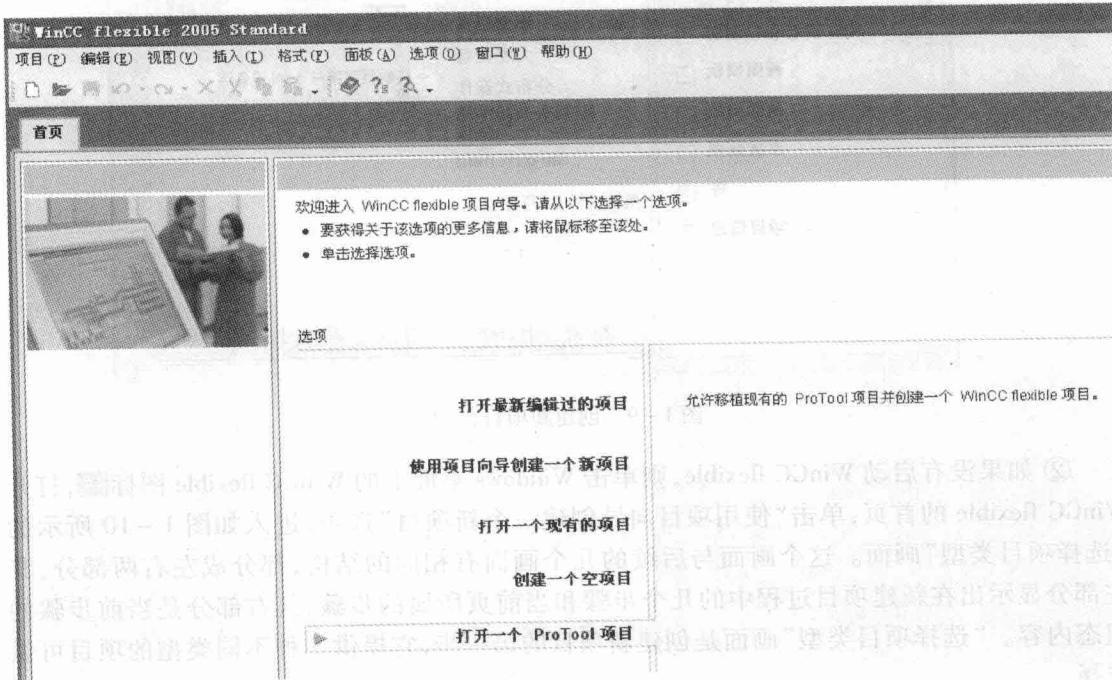
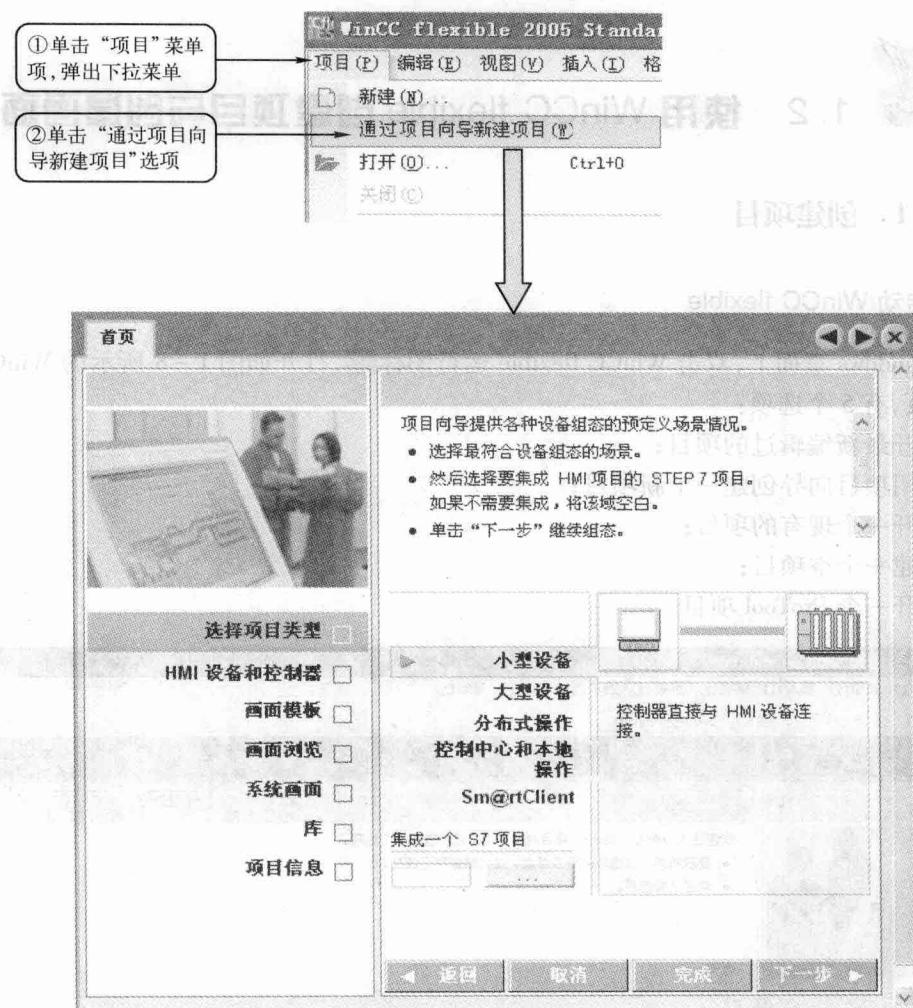

图 1-8 进入 WinCC flexible 的首页
图 1-9 创建新项目(一)
在 Windows 桌面上, 双击 WinCC flexible 运行图标, 打开如图 1-8 所示的 WinCC flexible 的首页, 有 5 个选项:
(1) 用 WinCC flexible 的项目向导来创建项目。
- ① 如果已经启动了 WinCC flexible 程序, 则在如图 1-8 所示中执行菜单命令“项目”→“通过项目向导新建项目”, 进入如图 1-9 所示的“选择项目类型”画面。